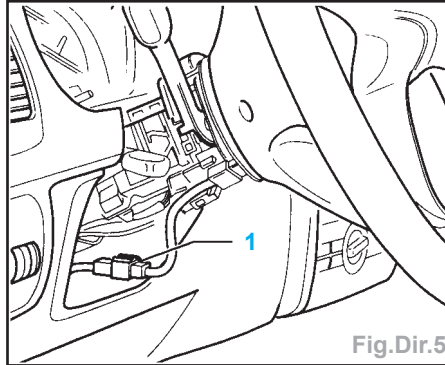

Fig.Dir.5
- Séparer la connexion (1) (Fig.Dir.5).